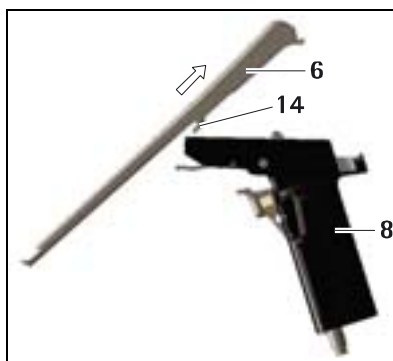

Fig. 10
- Desencaixe o gancho 14 da haste 6 do encaixe do cabo 8 na direção indicada pela seta, veja a fig. 10. A haste 6 se desencaixa do cabo.